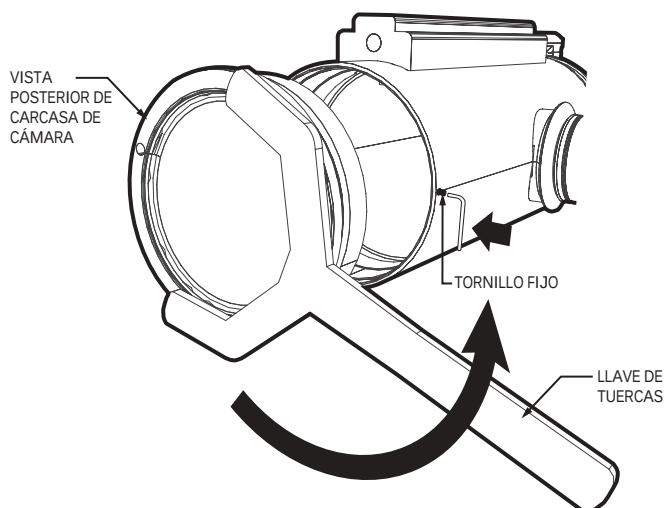

Figura 12. Retire la tapa posterior de la carcasa de la cámara
1. Retire la tapa posterior de la carcasa de la cámara. Consulte la Figura 12 y siga los siguientes pasos: